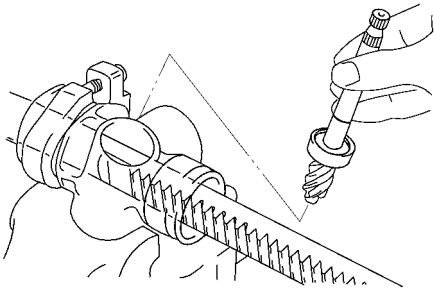

图 16-25 与上轴承一起拆下小齿轮
(10) 拆下带上轴承的小齿轮。从壳体侧拉足齿条，并使齿条的槽口部分与小齿轮对准，然后与上轴承一起拆下小齿轮，如图 16-25 所示。